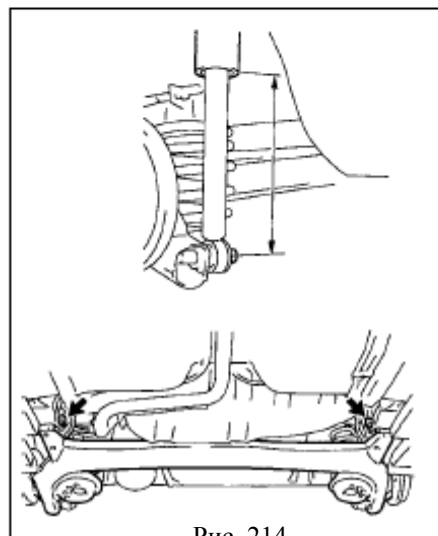

Рис. 214
(1)выровняйте амортизатор(рис. 214)